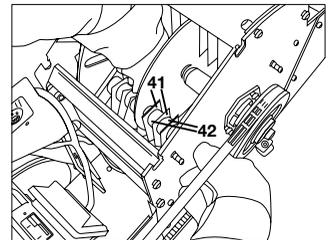

Figura 35
- Pueden retirarse el martillo y el casquillo distanciador. Retire los martillos (41) y los casquillos distanciadores (42) en el orden en el que los extraiga del eje del martillo (véase la Figura 35).
- Cuando monte los nuevos martillos, coloque el eje del martillo a través del orificio de montaje (39) en la pared opuesta.
- Al fijar los nuevos martillos y los casquillos distanciadores, asegúrese de que haya siempre colocado un casquillo distanciador (42) entre dos martillos (41) (véase la Figura 35).